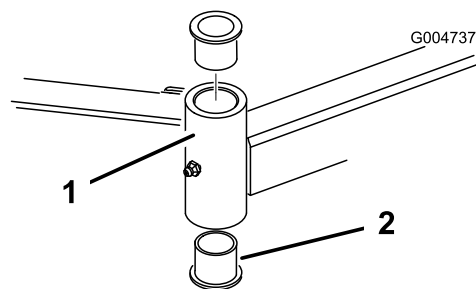

Figura 25
4. Inserte un botador fino en la parte superior o inferior del tubo de montaje y dé golpes hasta retirar el casquillo del tubo (Figura 25). Retire también el otro casquillo del tubo. Limpie el interior de los tubos para eliminar toda suciedad.